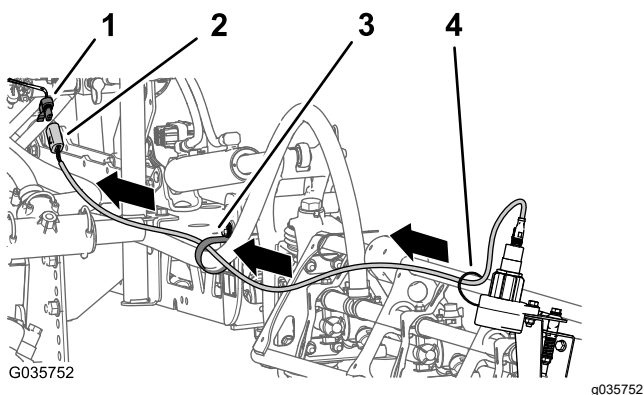

図 24
ケットコネクタ昇降シリンダマニホルドの前側へと配設する (図 24)。
3. 左右のセンサーのワイヤハーネスの 4 ピンコネクタを、仕上げキットのハーネスの 4 ソケットコネクタに接続する 図 24。左用のコネクタにはLEFT SONIC SENSOR、右用にはRIGHT SONIC SENSOR というラベルがついている。
5. センサーから出ているワイヤを、ケーブルタイをでブームに固定する 図 24。